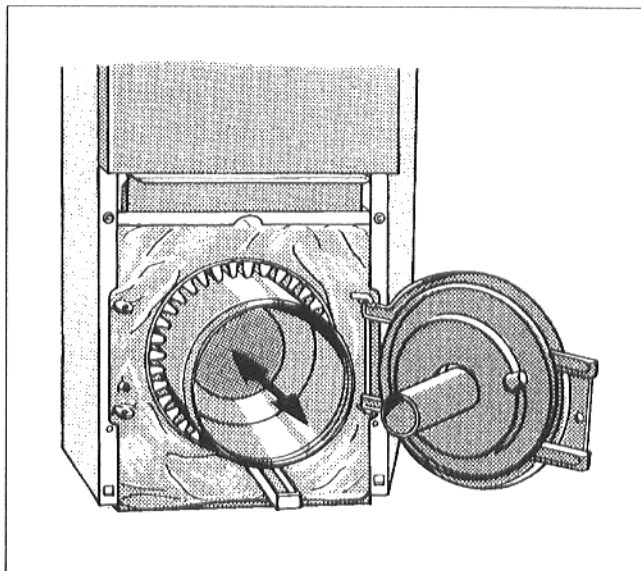

Fig. 33
- Ouvrir la porte du brûleur et retirer le pot de combustion de la chambre de combustion (Fig. 33).